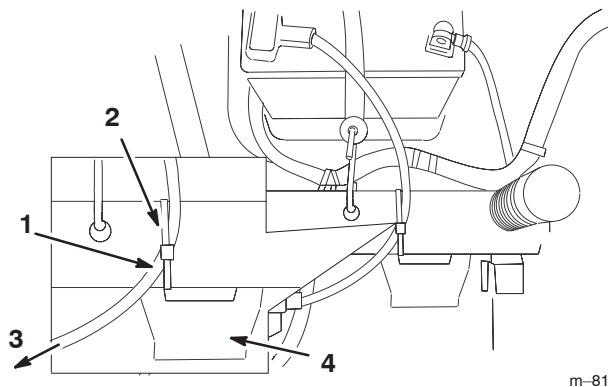

Figure 3
8. Installez la batterie dans le tracteur et raccordez les fils de la batterie. Acheminez le câble de batterie de la borne positive au solénoïde. Assurez-vous que le câble passe au-dessus de la traverse et entre les supports du siège, comme illustré à la Figure 3.